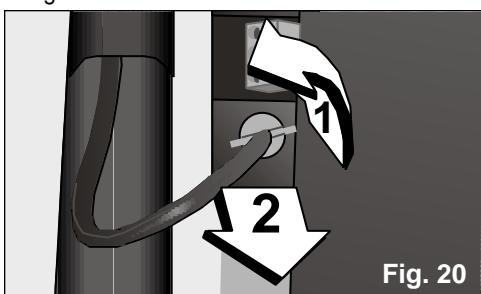

Fig. 20
- Desmontar el tubo de evacuación de agua de condensación girándolo 1/4 de vuelta hacia la izda, y extrayéndolo, **Fig. 20**. Tenga especial cuidado al sacar dicho tubo ya que es posible que se derrame parte del agua contenida en el mismo.
Asegúrese de que el tubo de agua está perfectamente colocado para evitar que el agua caiga mojando la superficie de apoyo, para ello proceder al contrario de como indica en la Fig. 20.